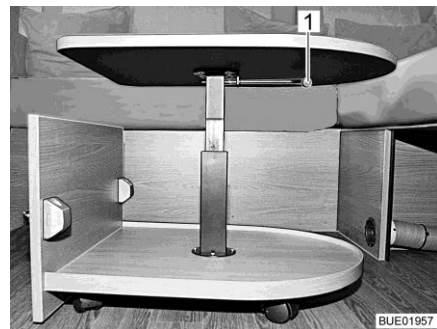

Bild 132 Soffbord, utkört
- Vrid med låsarmen (Bild 132,1) med 90° nedåt.